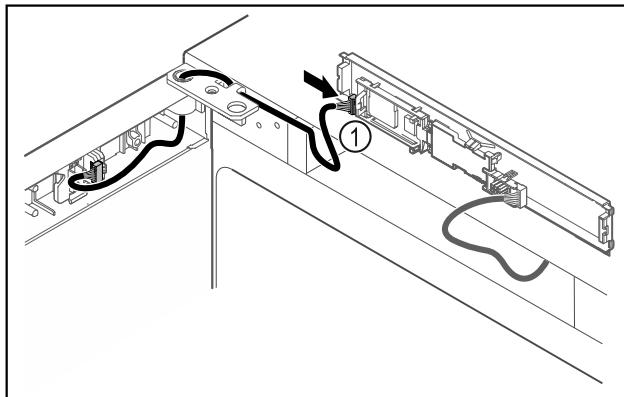

Fig. 47
- Enchufe el conector Fig. 47 (1) en la placa.